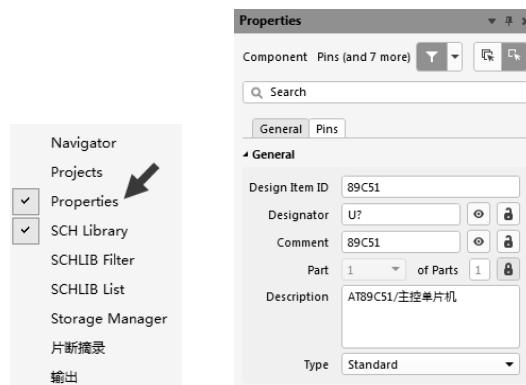

图 4-14 基本属性栏设置
(1) 基本属性栏：包含元件位号、Comment 值、描述等，如图 4-14 所示。